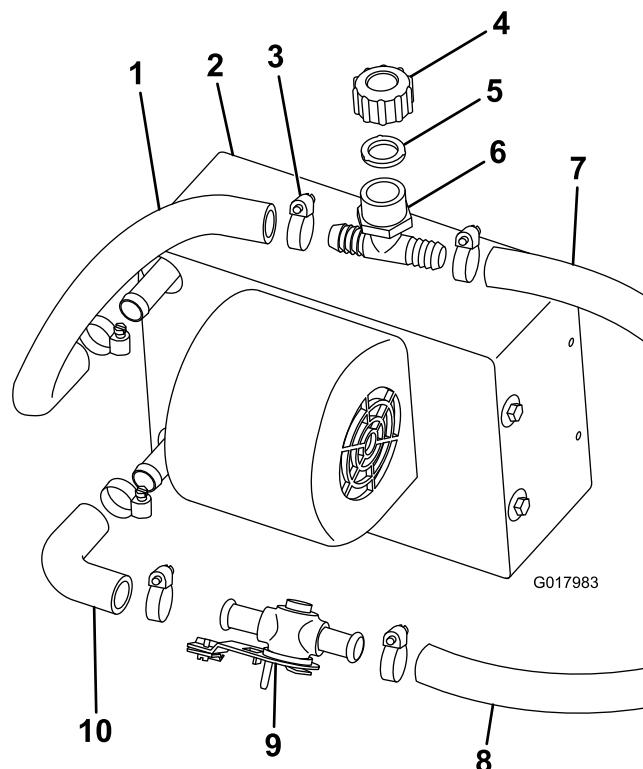

Bild 2
1. Befestigen Sie den Krümmerschlauch lose mit einer Schlauchklemme am unteren Anschlussstück der Heizung (Bild 2).
2. Schließen Sie das Heizungsventil mit einer Schlauchklemme am Krümmerschlauch an (Bild 2).
3. Schneiden Sie ein 30 cm langes Schlauchstück (5/8") und befestigen Sie es mit einer Schlauchklemme am oberen Anschlussstück der Heizung (Bild 2).
4. Befestigen Sie das weiße Füll-T-Stück, die Dichtung und den Deckel mit einer Schlauchklemme am oberen Heizungsschlauch (Bild 2).